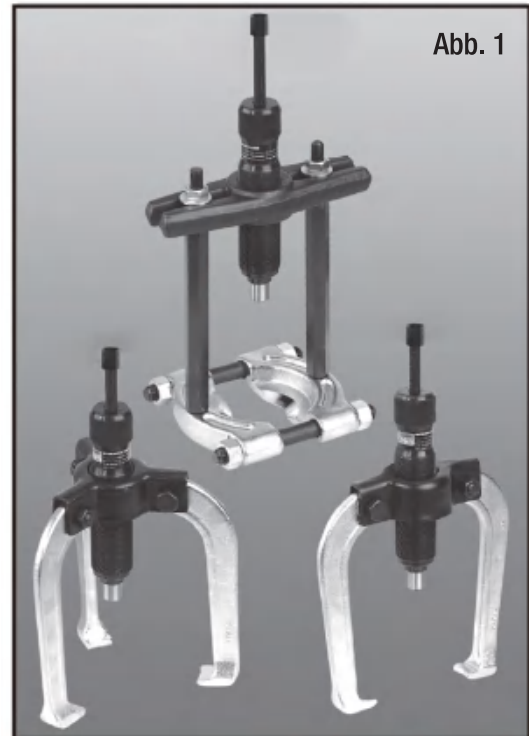
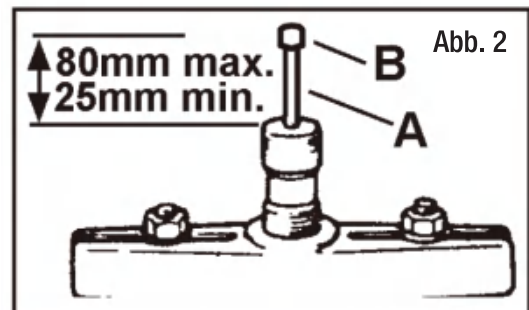

Abb. 1
Abb. 2
4.2. Assembler l'arrache-moyeu (fig.1) et régler la vis de serrage (fig. 2.A) de manière à ce que la broche de serrage (fig. 2.B) soit à environ 80 mm (3") au-dessus du vérin (fig.2).
4.5. **Ne pas** régler la vis de réglage en dessous de la limite du vérin, à savoir 25 mm (1") (fig.2.). Si une marge de manœuvre supplémentaire est requise, dans ce cas dévisser la vis de serrage jusqu'à la limite supérieure de 80 mm, abaisser de nouveau le corps du vérin de manière à maintenir la cale de centrage au contact de l'arbre et continuer à tourner la broche de serrage pour retirer la pièce.
4.2 Geeigneten Abzieher zusammensetzen, siehe Abb. 1, und T-Griff (Abb. 2A) so verstellen, dass sich der Drehstift (Abb. 2B) ca. 80 mm (3") oberhalb des Druckkolbens befindet, siehe Abb. 2.
4.5 T-Griff nicht weiter als bis 25 mm (1") vor Ende des Druckkolbens einschrauben (siehe Abb.2). Falls das Werkstück zusätzlichen Spielraum erfordert, T-Griff bis 80 mm vor Ende des Druckkolbens abschrauben, Druckkolben einschrauben, bis der Mitteladapter erneut die Welle berührt, und anschließend das Werkzeug weiter entlang der Welle nach oben abziehen.